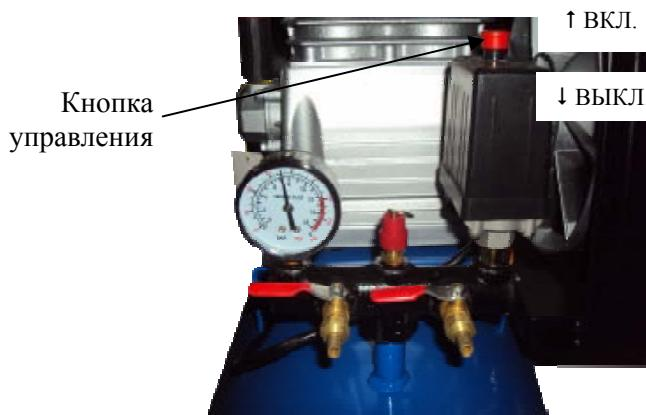

Рис. 4
- (1) Установите компрессор на ровную горизонтальную поверхность в чистом, сухом, хорошо проветриваемом месте, защищенном от воздействия атмосферных явлений. Интервал температур окружающей среды +5...+35°C. Напряжение в электросети может отличаться от номинального значения не более чем на 5%.
- (2) После снятия упаковки убедитесь в целостности агрегата, отсутствии следов ударов и механических повреждений, проверьте комплектность. Установите колеса и резиновые прокладки, если они не были установлены. Установите воздушный фильтр, если он не был установлен.
- (3) Уровень масла должен быть в пределах красного кружка на масломерном окошке.
- (4) Рекомендуемое компрессорное масло: LOTOS SIGMUS L-DAB 100 («зимнее») или L-DAB 150 («летнее») или аналогичное.
- (5) Откройте выпускное отверстие, потяните кнопку на датчике давления воздуха (рис.4), дайте поработать компрессору в течение 10 минут на холостом ходу, чтобы компрессорное масло попало на все подвижные части. Закройте выпускное отверстие для эксплуатации в нормальном рабочем режиме.